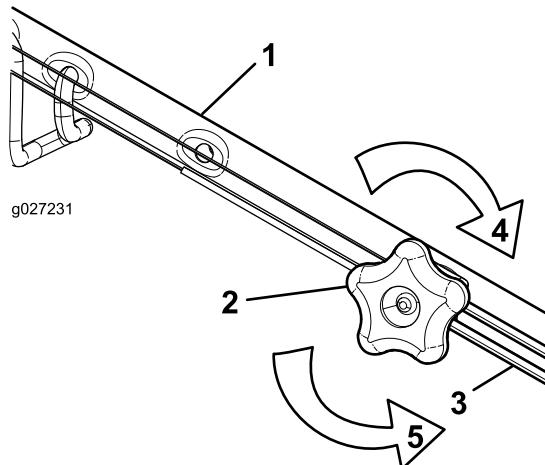

Figura 29
- Gire el pomo de ajuste en sentido antihorario para aflojar el cable (Figura 29).
- Ajuste la tensión del cable (Figura 29) tirando del mismo hacia atrás o empujándolo hacia adelante, y sujetelo en esa posición.